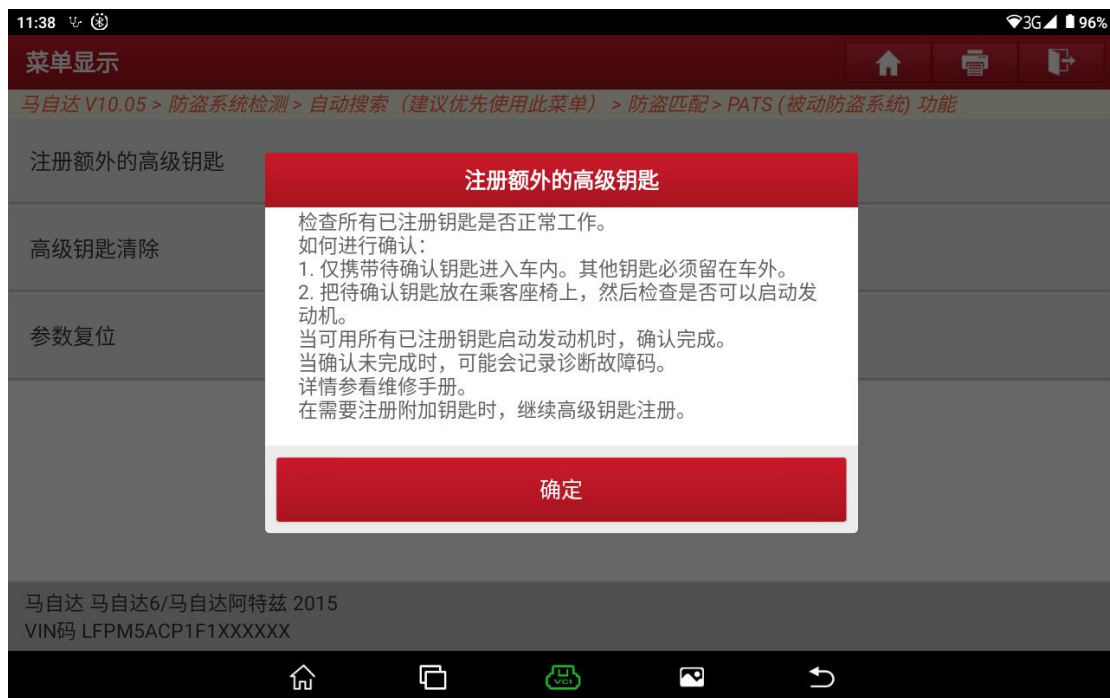

图 A20
18. 提示如何坚持注册的钥匙是否能正常使用（图 A20）；